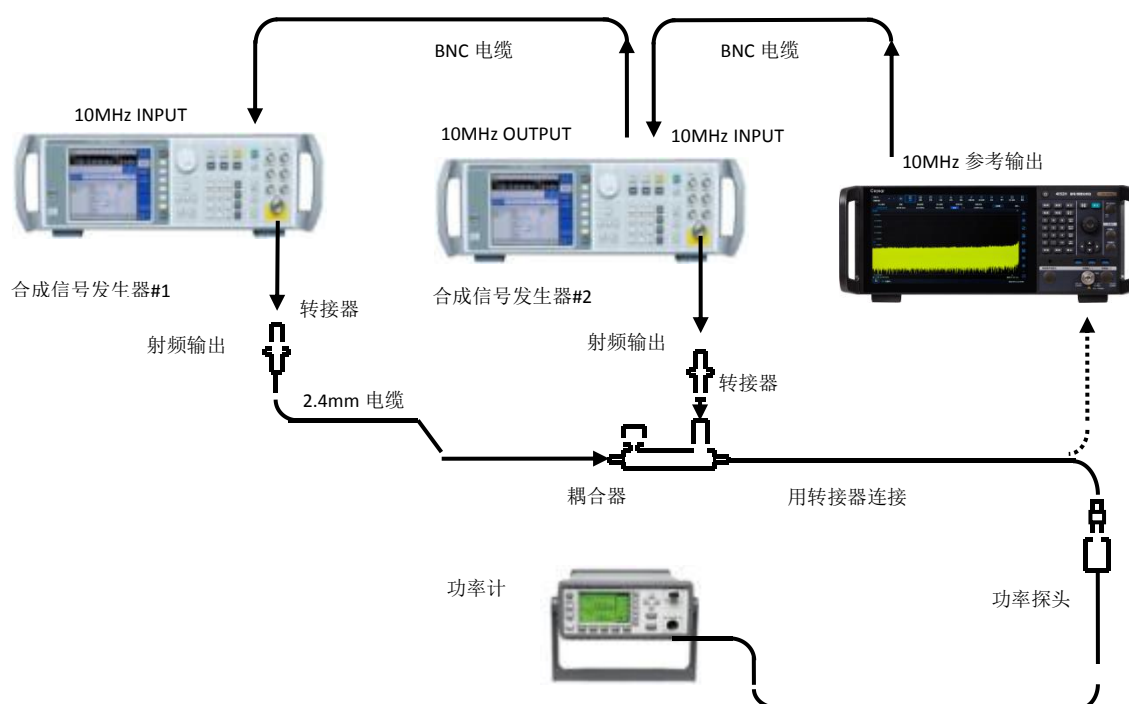

图7.12 1dB增益压缩测试示意图
- 10) 如图 7.12 实线所示连接仪器。设置 4071 中心频率 100MHz, 1#合成信号发生器频率为 103MHz 和 2#合成信号发生器频率为 100MHz;
- 13) 如图 7.12 实线所示连接仪器。设置 4071 中心频率 2GHz, 1#合成信号发生器频率为 2.003GHz 和 2#合成信号发生器频率为 2GHz;
- 16) 如图 7.12 实线所示连接仪器。设置 4071 中心频率 5GHz, 1#合成信号发生器频率为 5.003GHz 和 2#合成信号发生器频率为 5GHz;
- 20) 如图 7.12 实线所示连接仪器。设置 4071 中心频率 10GHz, 1#合成信号发生器频率为 15.003GHz 和 2#合成信号发生器频率为 10GHz;